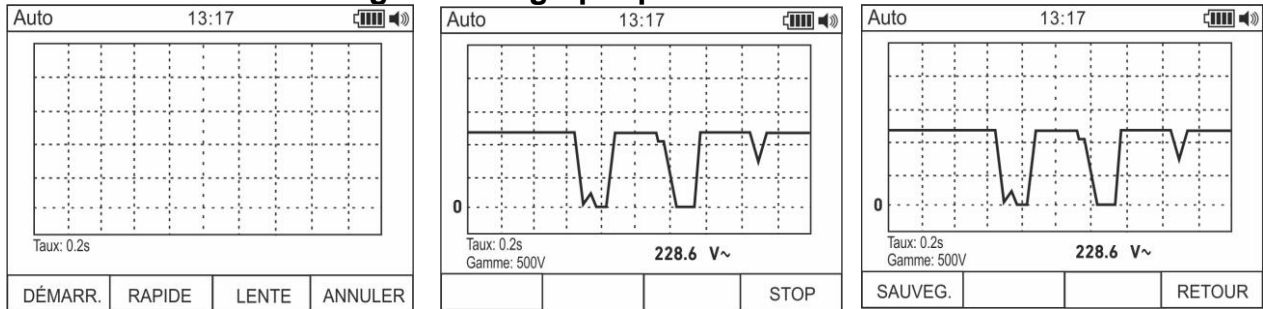

Fig. 8: Création et sauvegarde du graphique d'une mesure
1. Appuyer sur la touche **F1** pour entrer dans la section de création du graphique de la valeur examinée (voir Fig. 8 – partie gauche).
3. Appuyer sur la touche **F1** pour lancer la construction du graphique. L'échelle de mesure (automatiquement insérée par l'instrument) et la valeur en temps réel sont affichées par l'instrument (voir Fig. 8 – partie centrale)
5. Appuyer sur la touche **F1** pour sauvegarder le graphique dans la mémoire de l'instrument ou sur la touche **F4** pour commencer un nouveau graphique (voir Fig. 8 – partie droite)